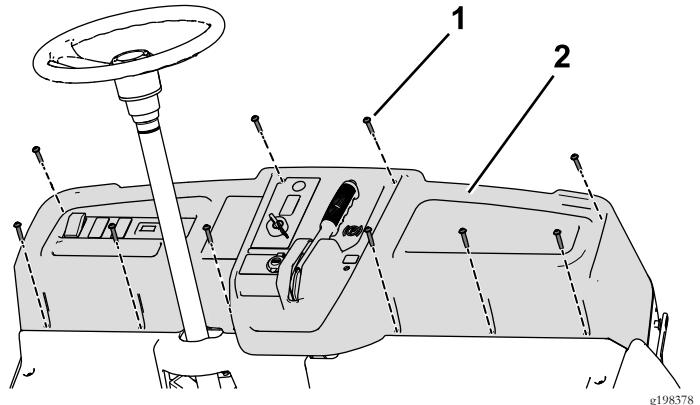

Figura 62
- Retire los 10 tornillos (1/4" x 1 1/4") para retirar parcialmente el salpicadero, y desconecte el freno de estacionamiento (Figura 62).